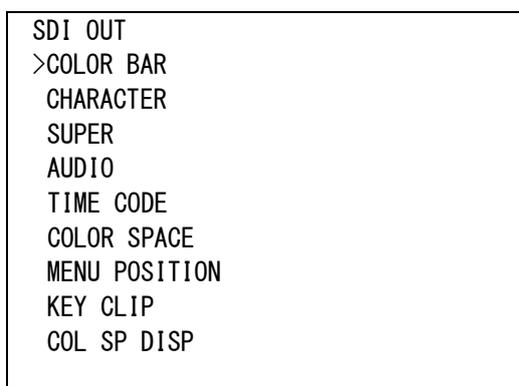

図4-105 オンスクリーンメニュー(4K-SL SDI OUT例)
- 1)メインメニューで「SDI OUT[SDI]」を選択し、**ENTER** ボタンを押すと図4-105のような設定メニューが表示されます。